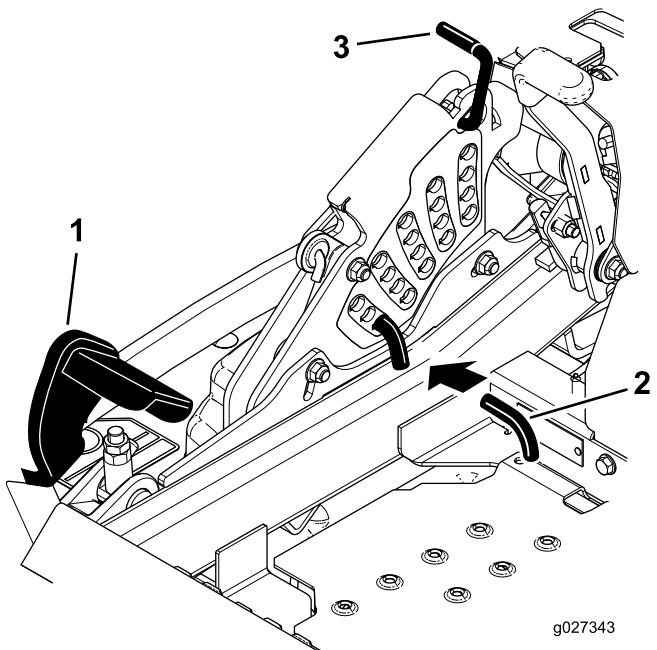

Figura 29
2. Premete il pedale di sollevamento del piatto di taglio e sollevate il piatto in posizione di blocco per il trasporto (corrispondente, inoltre, all'altezza di taglio di 140 mm) come illustrato nella Figura 29.
3. Per regolare, ruotate il perno di 90 gradi e togliete il perno dalla staffa dell'altezza di taglio (Figura 29).
4. Nella staffa dell'altezza di taglio scegliete un foro corrispondente all'altezza richiesta, ed inserite il perno (Figura 29).